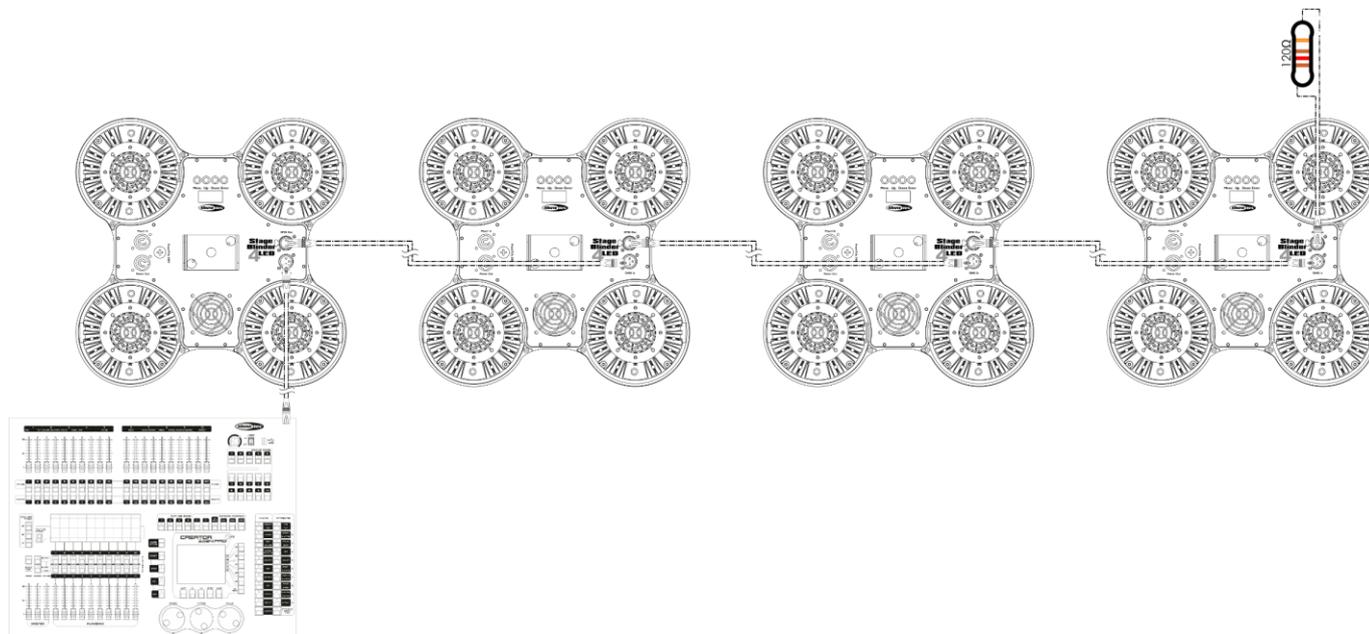

Fig. 03
- 05) Conecte las unidades entre ellas como se indica en la Fig. 03. Conecte un cable de señal DMX que vaya desde el conector DMX Output (salida) de la primera unidad al conector DMX Input (entrada) de la segunda unidad. Repita este proceso para conectar las unidades segunda, tercera y cuarta entre ellas.